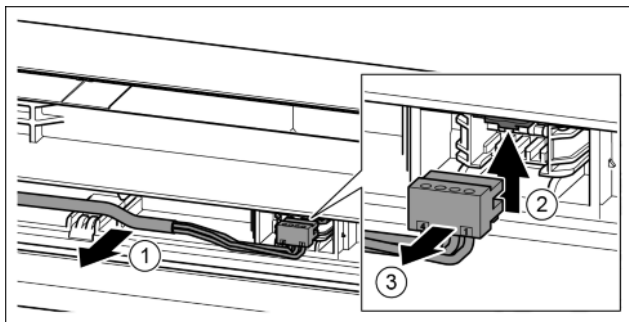

Fig. 22
- ▶ Обережно витягніть сірий кабель з направляючої в дверцятах. Fig. 22 (1)
- ▶ Притисніть з'єднувальну накладку вгору. Fig. 22 (2)
- ▶ Обережно витягніть штекер. Fig. 22 (3)